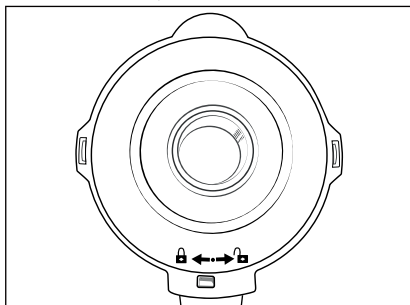

Abb. 2
- 4) Drücken Sie den Deckel **2** versetzt wieder fest auf den Mixaufsatz **3** auf. Schließen Sie den Deckel **2**, indem Sie ihn im Uhrzeigersinn Richtung Position  drehen, bis er hörbar einrastet (siehe Abb. 2).